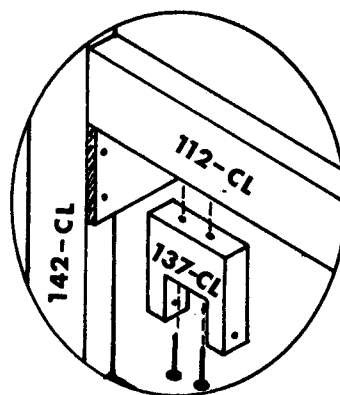

Fig. 12
(II) Fixer le support des contremarches 137-CL à la traverse 112-CL à l'aide de vis à tête plate de 4" (10,2 cm) de long. (Fig. 12)
(II) Attach lam bracket 137-CL to cross beam 112-CL with flat headed 4" (10,2 cm) long screws. (Fig. 12)